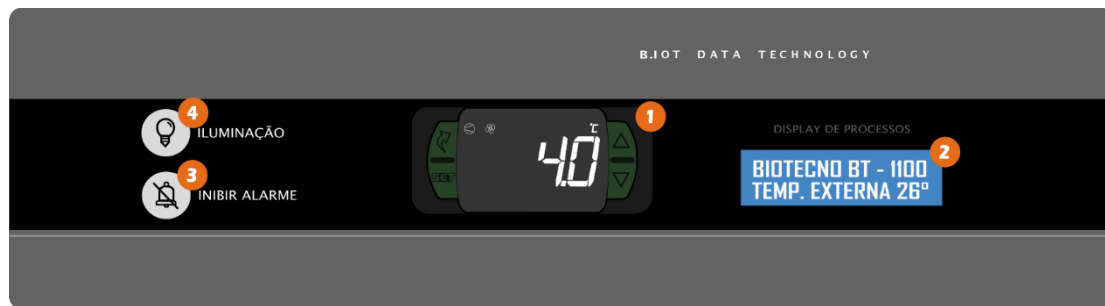

Figura 3-Painel Frontal.
O display frontal (Figura 3-Item 2) tem como função informar o status do equipamento, mostrando percentual estimado de bateria, estado dos atuadores e estado de energia. São eles:
Irá soar um bip intermitente sempre que a temperatura estiver acima ao limite superior, isto somente ocorrerá após o término da carga da bateria ou se a porta ficar excessivamente aberta. Pressione a tecla  para inibir o alarme por 15 minutos (Figura 3 - Item 3).
Irá soar um bip intermitente sempre que a temperatura estiver abaixo do limite inferior. Pressione a tecla  para inibir o alarme por 15 minutos (Figura 3 - Item 3).
Sempre que a porta permanecer aberta por mais de 50 segundos irá soar um bip intermitente, utilize a tecla  para inibir o alarme (Figura 3- item 3).